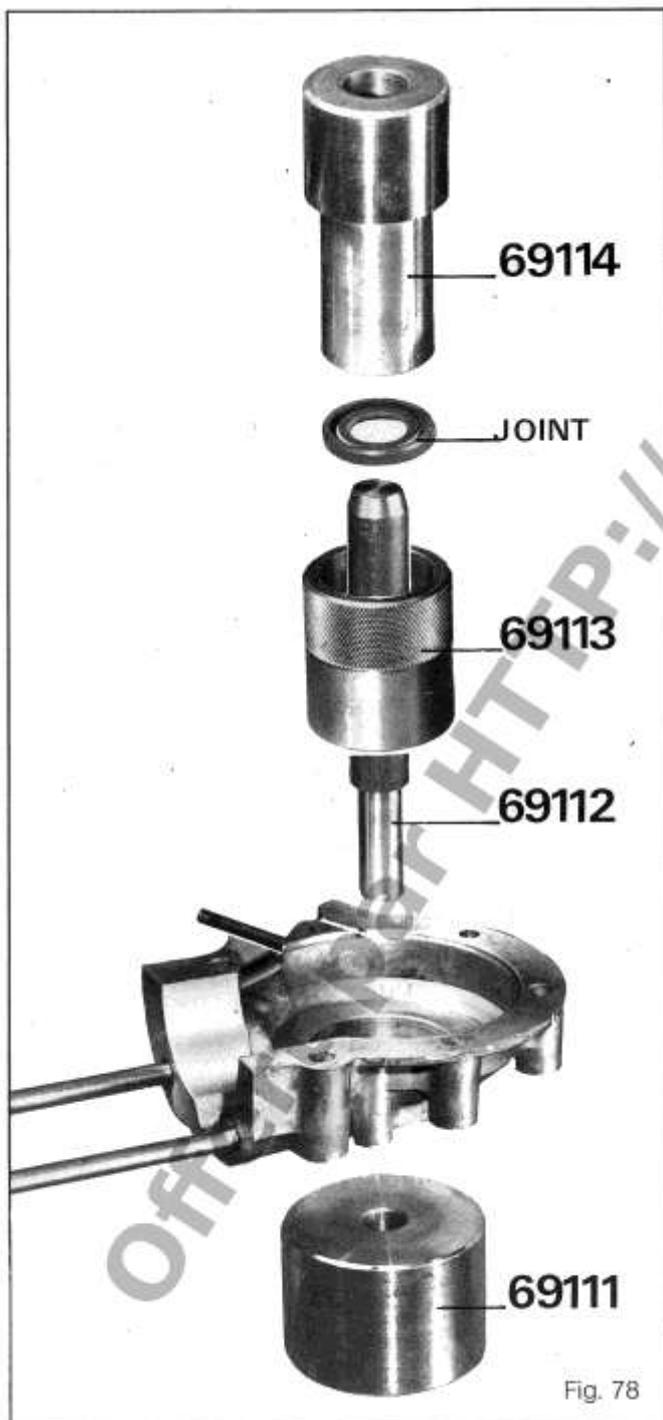

Fig. 77
- Engager le roulement sur le guide 69108 et le pousser à fond à l'aide de la chasse 69109, en utilisant l'extrémité du grand diamètre (*figure 77*).